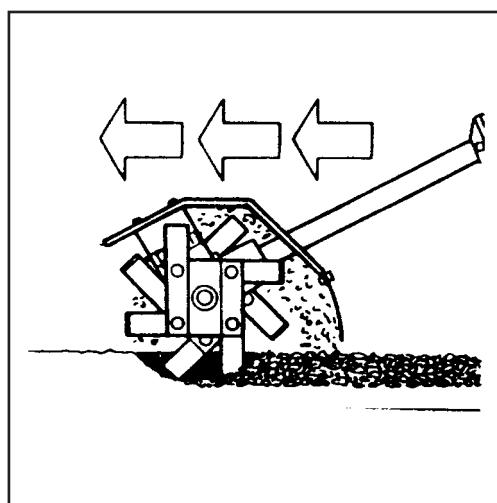
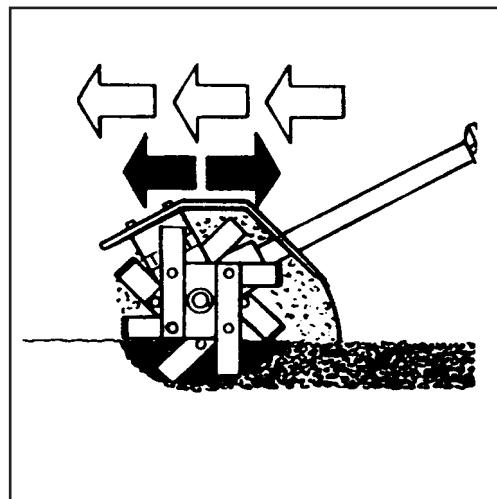

Fig. 5
Fig. 6
- Um weniger tief zu fräsen, das Gerät schneller über den Boden führen (Abb. 5). Soll hingegen tiefer gebräst werden, gehen Sie langsamer und arbeiten mehrfach auf der gleichen Stelle, indem Sie die Fräse vor - und rückwärts führen (Abb. 6).
- Para un trabajo poco profundo: mueva el cultivador rápidamente sobre le terreno (Fig. 5). En cambio, si Ud. dessea labrar profundamente, camine muy lentamente y permanezca más tiempo en el mismo sitio, moviendo la máquina hacia adelante y atrás (Fig. 6).
- Om op kleine diepte te werken, de cultivator snel over het terrein bewegen (Fig.5). Om juist in de diepte te werken, langzaam vooruit bewegen en langer op hetzelfde punt stilstaan, terwijl u de cultivator naar voren en naar achteren beweegt (Fig.6).